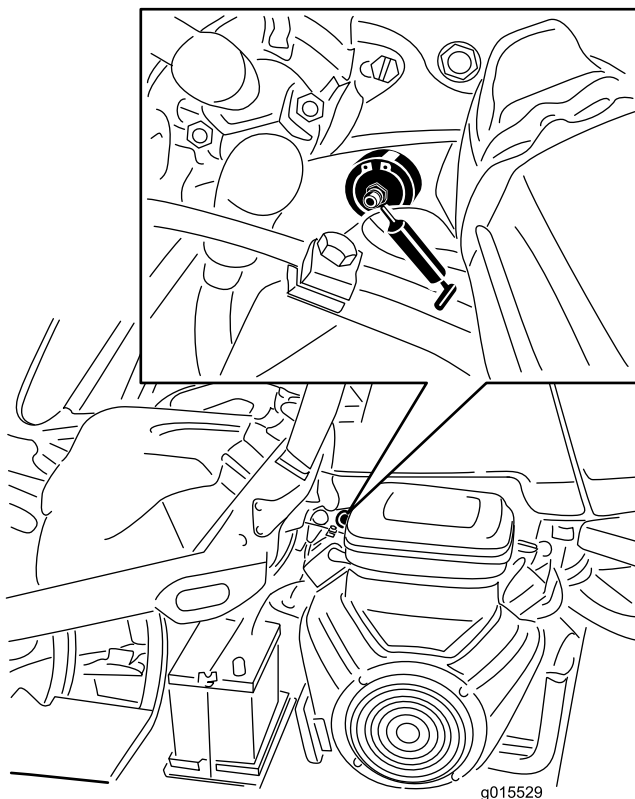

Figura 40
1. Pulite i raccordi di ingrassaggio in modo da evitare che corpi estranei possano entrare nel cuscinetto o nella boccola (Figura 40).